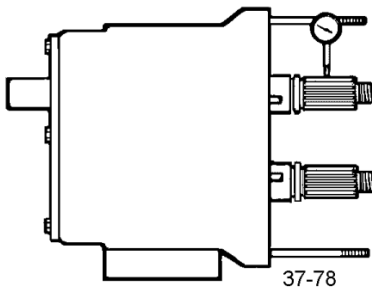

Abb.29 Lagerprüfung
- Prüfen Sie die Lager mit einer Messuhr auf Radialspiel der Welle (Abb.29). Wenn die Abweichung gleich oder größer ist als der diametrale Abstand von Rotor zu Körper („Prüfung auf ordnungsgemäßen Abstand“ auf Seite 41), ersetzen Sie bitte die Lager.